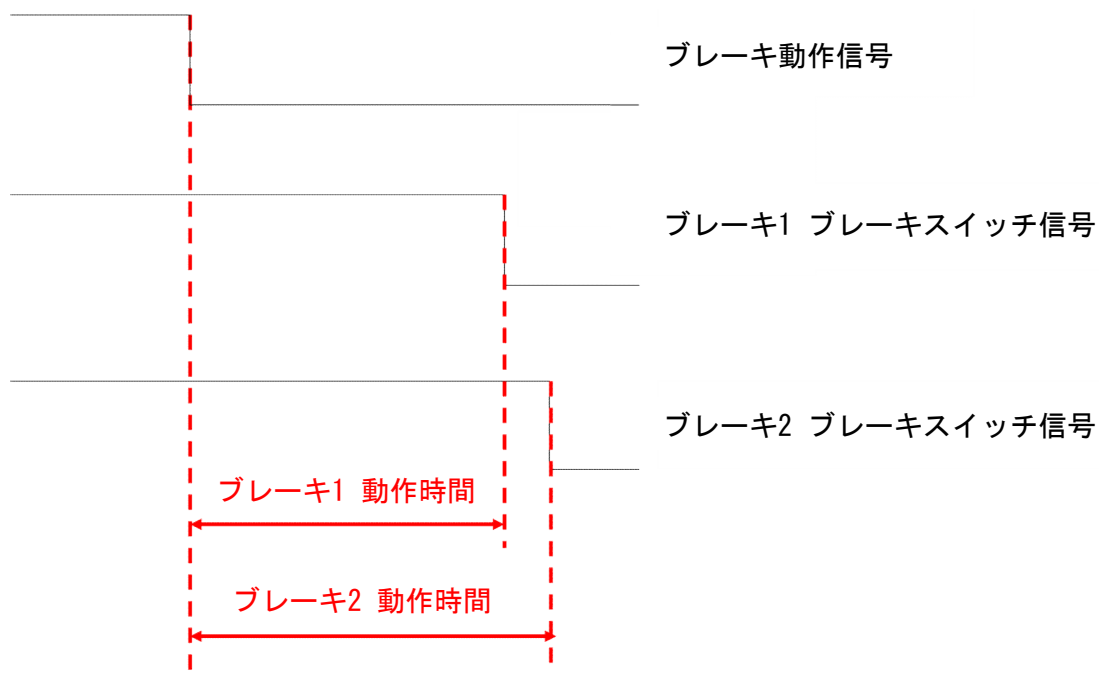

図5-5. ブレーキ動作信号とブレーキスイッチ信号の測定波形
8. ブレーキ動作信号とブレーキスイッチ信号の図5-5に示す波形測定を実施して、ブレーキ動作信号とブレーキ1ブレーキスイッチ信号の時間差をブレーキ1の動作時間、ブレーキ動作信号とブレーキ2ブレーキスイッチ信号の時間差をブレーキ2の動作時間、として計算する。